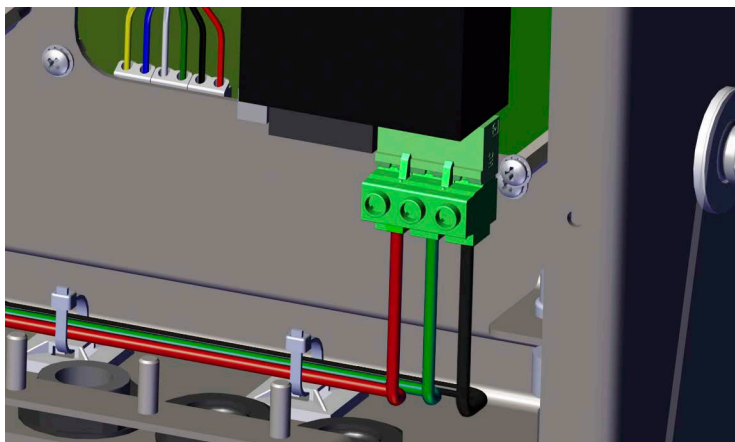

Figura 2-22. Conexión del cableado de alimentación de CC
2. Tienda los otros tres hilos por la parte posterior del indicador y conéctelos al conector de tres clavijas (N.º de ref. 15888) que se conecta a la placa de la fuente de alimentación como se muestra en la Figura 2-22 y la Tabla 2-4 en la página 30.